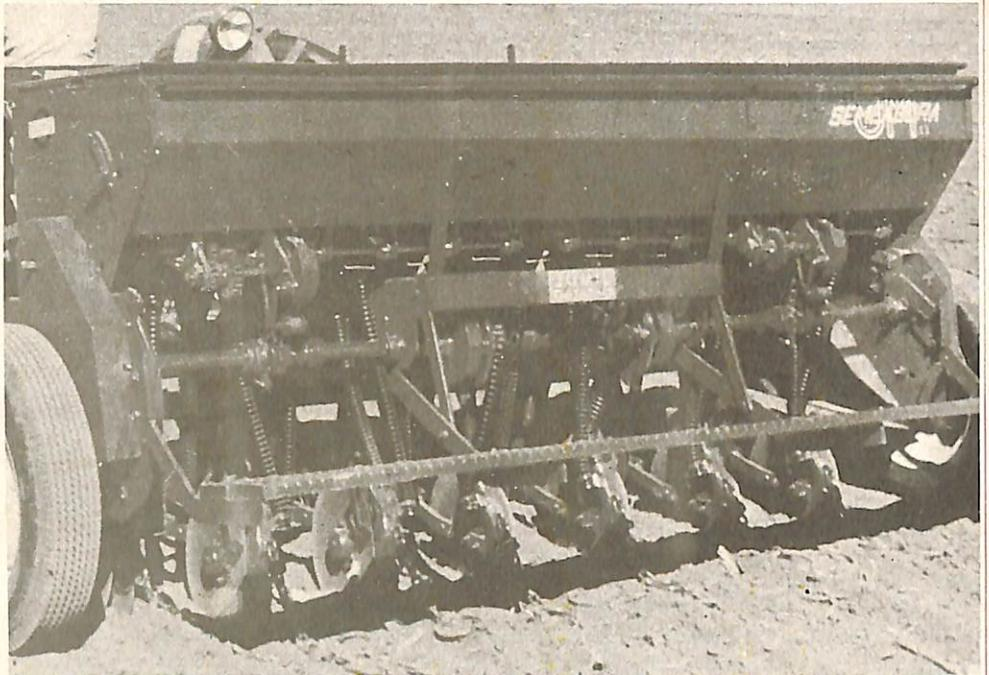

Fig. 21 - Semeadeira adubadeira de linhas múltiplas
**Semeadeiras em linhas múltiplas** - Assim chamadas porque o número de linhas é grande - até 15 linhas nas máquinas maiores. As semeadeiras deste tipo podem ser acopladas ao sistema de engate de 3 pontos, conforme Fig. 21, e também de arrasto. Sendo máquinas geralmente pesadas - especialmente quando carregadas -, possuem 2 rodas de sustentação e acionamento, para não sobrecarregar o sistema hidráulico. Em essência, as semeadeiras-adubadeiras deste tipo consistem dos seguintes componentes principais: